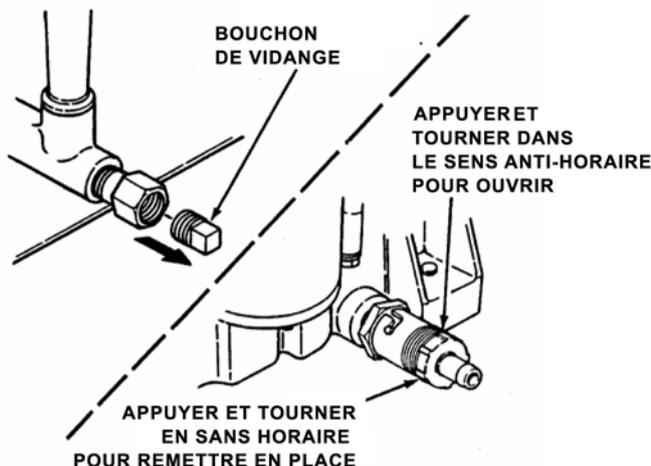

FIGURE 3.1
Les bouchons de vidange utilisés sur les sont représentés en figure 3.1.
5. Une fois que toute l'huile s'est écoulée, revissez le bouchon de vidange et essuyez l'huile qui aurait pu couler sur le carter. Voir la figure 3.1. Jetez l'huile usagée dans un endroit prévu à cet effet.